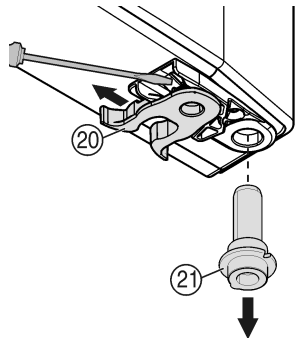

Fig. 9
- ▶ Spausuko Fig. 9 (20) perkėlimas: įspauskite noselę, per ją ištraukite spausuką.
- ▶ Ištraukite atraminę gembę Fig. 9 (21) iš durų įvorės ir kartu su poveržle įstatykite priešingoje pusėje. Fiksavimo noselė turi būti nukreipta į vidinę durų pusę, o įranta – į išorę.
- ▶ Pasukite duris žemyn ir įstatykite atraminį varžtą Fig. 9 (21) į atraminę gembę. Jei reikia, pasukite atraminį varžtą, kad jis galėtų užsifikuoti.